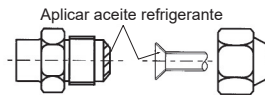

Fig. 7-2
- (3) Aplique aceite refrigerante en la superficie abocardada. (Fig. 7-2) Utilice la tuerca abocardada retirada de la caja de derivación. Si se utiliza una tuerca genérica, ésta podría resquebrajarse. Para hacer la conexión, alinee primero el centro y apriete las primeras 3 o 4 vueltas de la tuerca abocardada con la mano.
- (4) Conecte inmediatamente los tubos de refrigerante. Apriete siempre las tuercas abocardadas según la torsión que se indique en la Tabla 2; para ello, utilice una llave dinamométrica y llave doble.